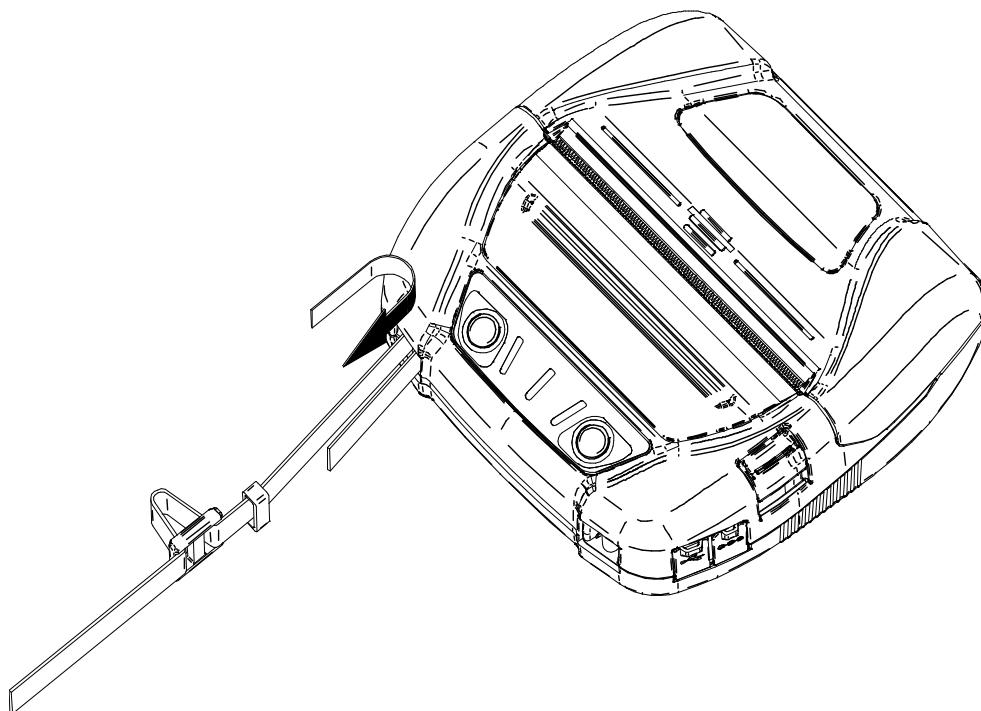

Figura 14-4 Installazione della tracolla (1)
- (1) Far passare la punta della tracolla attraverso la relativa parte di installazione della stampante, come mostrato nella Figura 14-4.